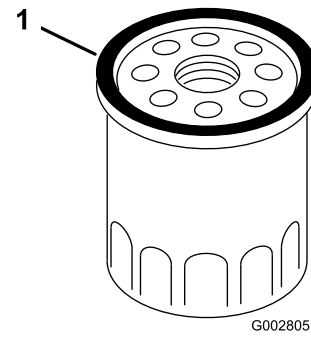

Figura 26
8. Usando el dedo, unte la junta del filtro nuevo con aceite (Figura 26).